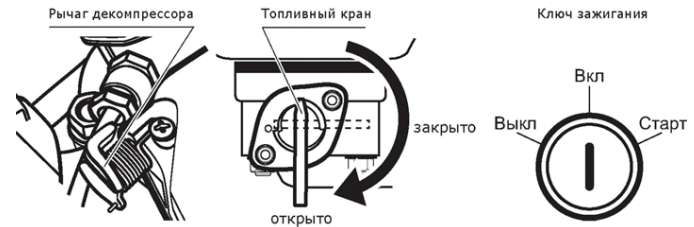

Рис. 11
5. Откройте топливный кран, повернув его рычаг в положение «Открыто» (Рис. 11).
8. Приведите рычаг декомпрессора в открытое положение (Рис. 11).